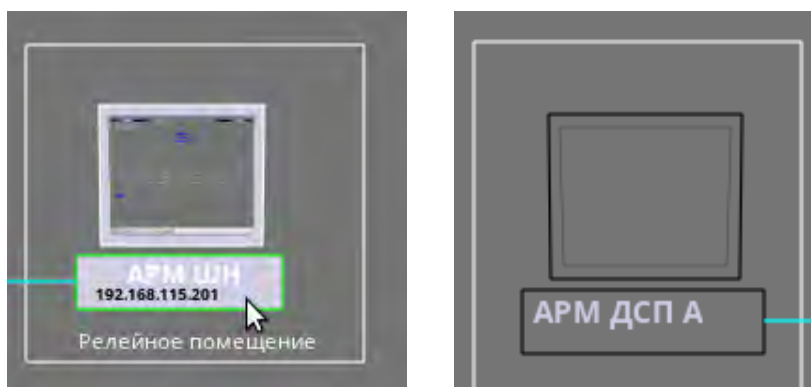

Рисунок 5 Проверка связи с АРМ.
7.1.3. Проверить связь с АРМ ДСП (Рисунок 5). На представленном рисунке АРМ ШН включен в сеть, а АРМ ДСП не включен в сеть.